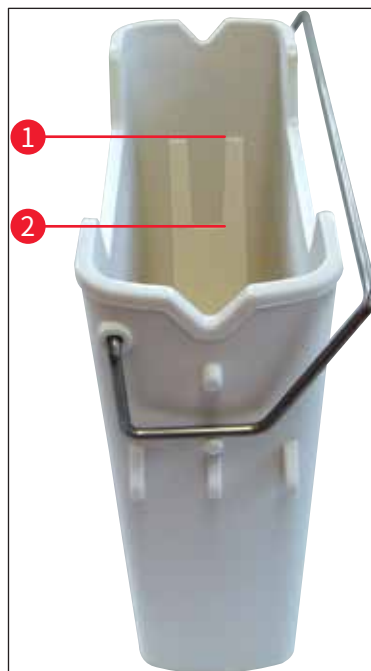

图 17
- » 检查试剂缸手柄是否正确安装到试剂缸。如果未正确安装, 则根据 (→ 图 17) 紧固手柄。